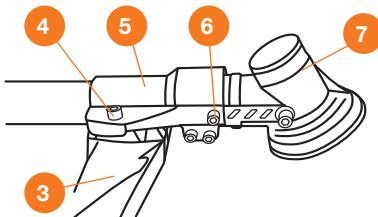

Рис. 6
- Открутите винт ⑥ на редукторе ⑦, установите площадку ⑤ на редуктор и закрепите винтом ⑥. Совместите крепежные пазы площадки ⑤ и кожуха ③ - зафиксируйте винтом ④ (Рис. 6).